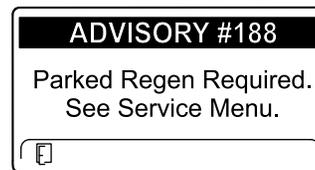

Figure 47
- ADVISORY #188 (avis n° 188), demande de régénération en stationnement, affiché (Figure 47)